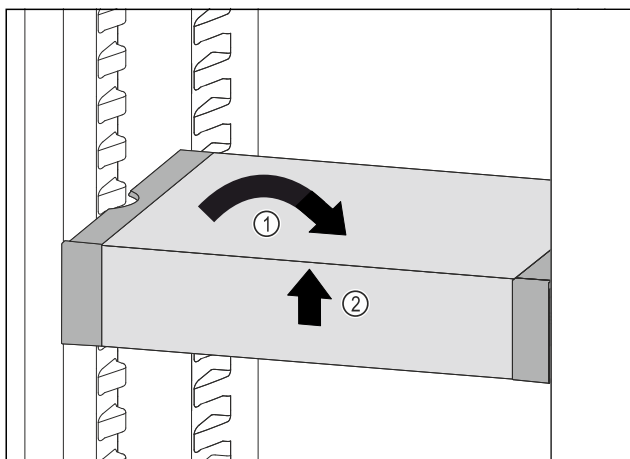

Fig. 74
- ▶ Изправете VarioSafe. Fig. 74 (1)
- ▶ Повдигнете VarioSafe отпред. Fig. 74 (2)